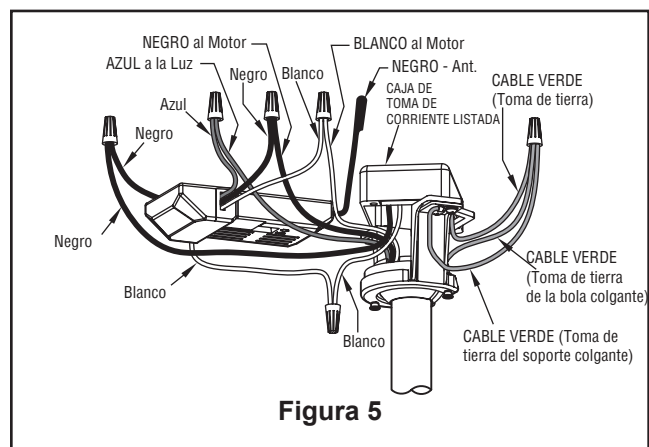

Figura 5
5. Vuelva a colocar la semiesfera en el barral como se indica a continuación. Pase los tres cables de 2.03 m (80") a través de la semiesfera. Pase el pasador a través de los dos orificios en el barral y alinee la semiesfera de modo que el pasador quede atrapado en la ranura de la parte superior de la misma. Empuje la semiesfera hacia arriba, bien ajustada contra el pasador. Ajuste firmemente el tornillo de fijación en la semiesfera. Si el tornillo de fijación está flojo, podría provocar oscilación del ventilador. (Figura 5)
4. Conecte los cables verdes desde el soporte colgante y la bola colgante en el cable desnudo (toma de tierra) utilizando el conector de cables suministrado. Conecte el cable negro desde la unidad del receptor marcado "AC IN L" al cable negro de suministro de electricidad utilizando el conector de cables suministrado. Conecte el cable blanco desde la unidad del receptor marcado "AC IN N" al cable blanco de suministro de electricidad utilizando el conector de cables suministrado. Conecte el cable blanco desde la unidad del receptor marcado "TO MOTOR N" al cable blanco del ventilador utilizando el conector de cables suministrado con el receptor. Conecte el cable blanco desde la unidad del receptor marcado "TO MOTOR L" al cable blanco del ventilador utilizando el conector de cables suministrado con el receptor. Por último, conecte el cable azul del receptor al cable azul de la luz del ventilador utilizando el conector de cables suministrado. Coloque todos los cables conectados y la antena del receptor para permitir la instalación de la cubierta del techo. (Figura 5)
5. Extraiga uno de los tres tornillos de la unidad de la placa. Afloje levemente los otros dos tornillos. Instale la placa de conexión en la unidad de la placa de luz utilizando las dos ranuras principales. Vuelva a colocar el tercer tornillo y asegure los tres tornillos. (Figura 5)